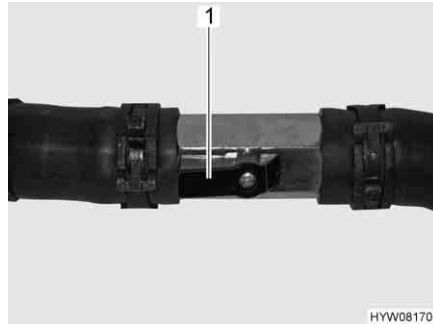

Bild 198 Avstängningsventilen öppen
- Ställ avstängningsventilens spak (Bild 198,1) parallellt med röret (Bild 198).